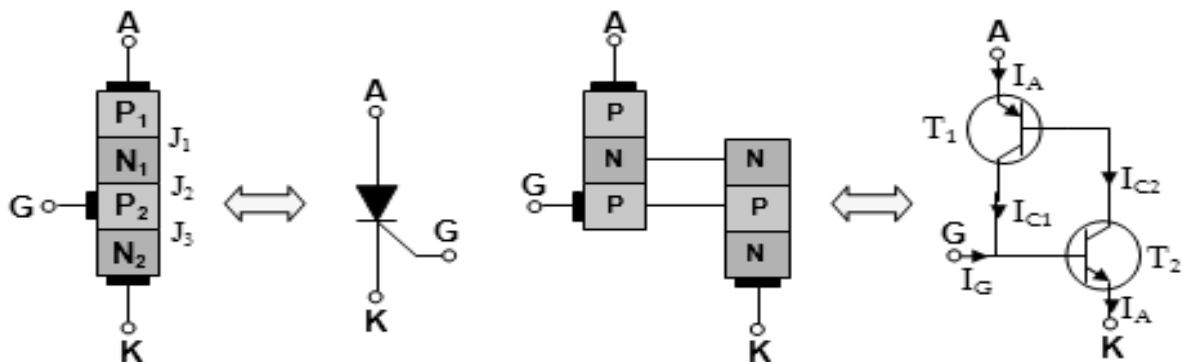

Figura 9.3 Structura și simbolul tiristorului
Tiristorul este alcătuită din patru straturi succesive semiconductoare **P-N-P-N**, trei joncțiuni PN. Structura tiristorului poate fi reprezentată printr-un circuit echivalent format din două tranzistoare pnp și npn conectate ca în **figura 9.3**. Tiristorul este prevăzut cu trei terminale **anod (A)** conectat la prima regiune de tip **P**, **catod (K)** conectat la ultima regiune de tip **N** și **poartă sau grilă (G)** conectată la a doua regiune de tip **P**.